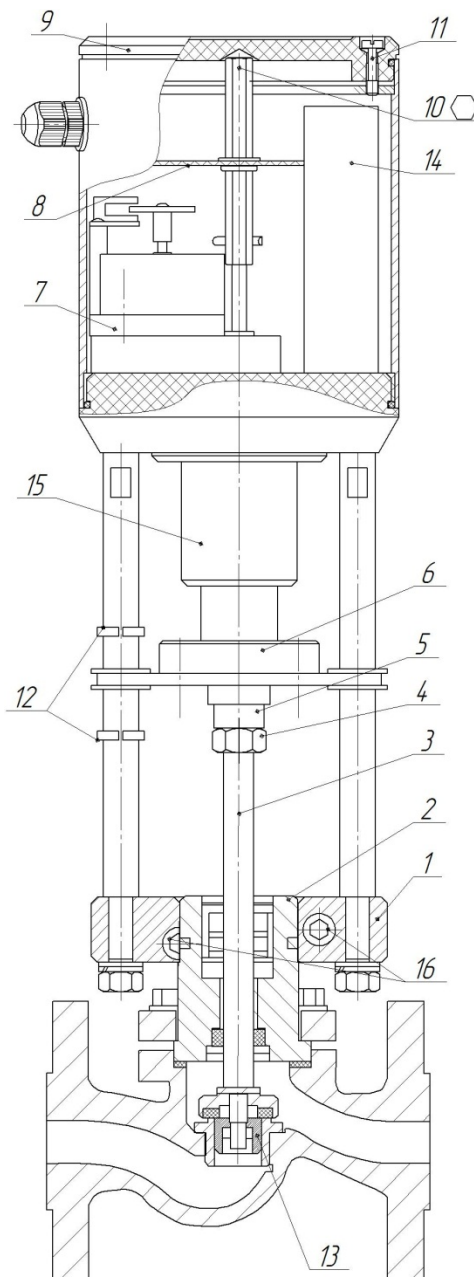

Рисунок 1 –Привод исполнения
3.7.1 Механизм привода смазан и не требует обслуживания. В случае интенсивной эксплуатации (осуществление частых перемещений шпинделя) привода, рекомендуется производить периодическое смазывание (раз в год) пары ходового винта и гайки, расположенных под кожухом (см. поз. 15, рисунок 1). Кожух сдвигается вручную. Перед нанесением смазки старую смазку удалить. Для смазывания использовать смазку Gazpromneft Grease LX EP 2, либо аналог.